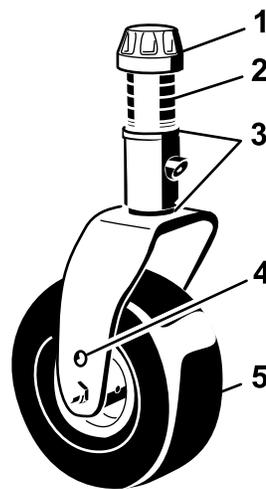
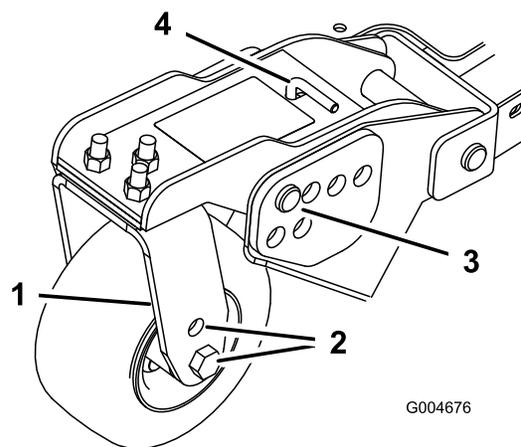
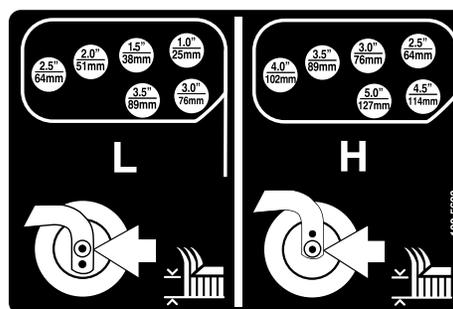

Рисунок 26
Рисунок 28
Рисунок 29
1. Поместите оси поворотных колес в одинаковые отверстия во всех вилках поворотных колес (Рисунок 26 и Рисунок 28).
2. Снимите колпачковую гайку с вала шпинделя и извлеките шпindelь из рычага поворотного колеса (Рисунок 26).
- Извлеките игольчатые шплинты и шплинтуемые штифты из рычагов поворотных колес (Рисунок 28).
- Поверните натяжную тягу, чтобы поднять или опустить поворотный рычаг до совмещения отверстий с выбранными отверстиями кронштейна высоты скашивания в раме деки газонокосилки (Рисунок 28 и Рисунок 29).